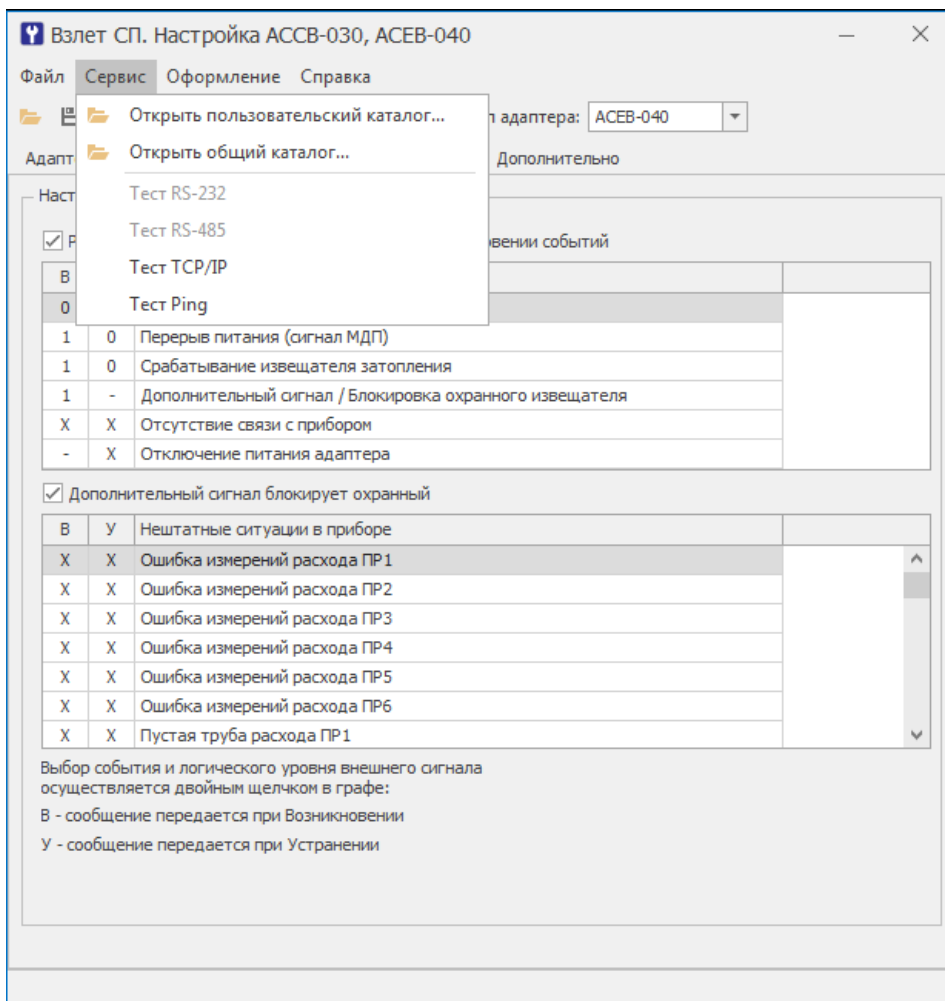

Рис.14. Меню «Сервис» программы «Взлет СП. Настройка ACCB-030, ACEB-040».
В меню **Сервис** (рис.14) имеются пункты: **Тест TCP/IP** и **Тест Ping**, которые позволяют выполнить два варианта тестирования подключения адаптера к сети Ethernet.
- 3.2.2.5. На диспетчерском компьютере запустить программу настройки адаптера АСЕВ-040, загрузить сохраненный ранее шаблон и выполнить пункт меню **Сервис >Тест Ping** (рис.14). Получение ответов в этом пункте будет свидетельствовать, что все настройки для прохождения пакетов от диспетчерского компьютера до шлюза поставщика Интернет услуг выполнены правильно.